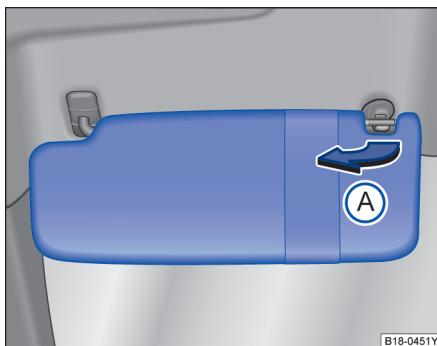

图 81 遮阳板
- 用一只手按压旋转轴的一端，用另一只手的拇指按压卡扣的上端，并用其它的手指将遮阳板倾斜上抬，并缓缓取出，否则容易造成上方固定点的损坏 → 图 81(A)。